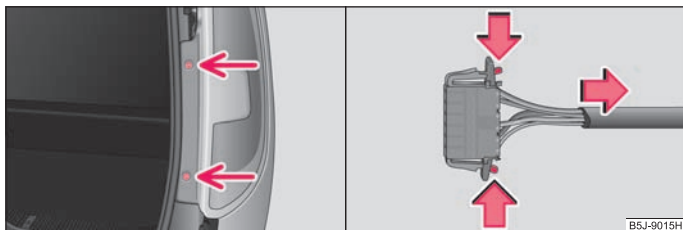

Abb. 170 Heckleuchteinheit ausbauen / Steckverbindung trennen
- Schrauben Sie die Leuchte ab ⇒ Abb. 170.
- Trennen Sie die Steckverbindung ⇒ Abb. 170 rechts. ■
- Schrauben Sie die Leuchte an ⇒ Abb. 170.